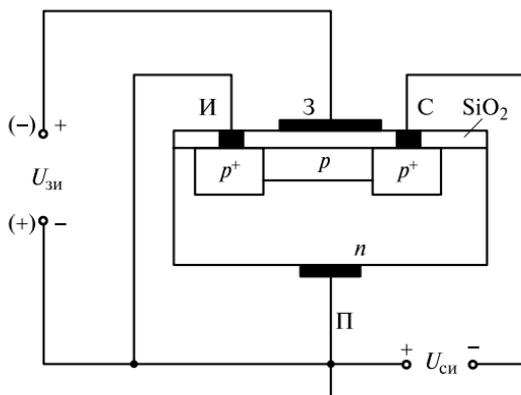

Рис. 1.14
1.28. Какое из высказываний о МОП-транзисторе со встроенным каналом, схема которого приведена на рис. 1.14, неправильное?